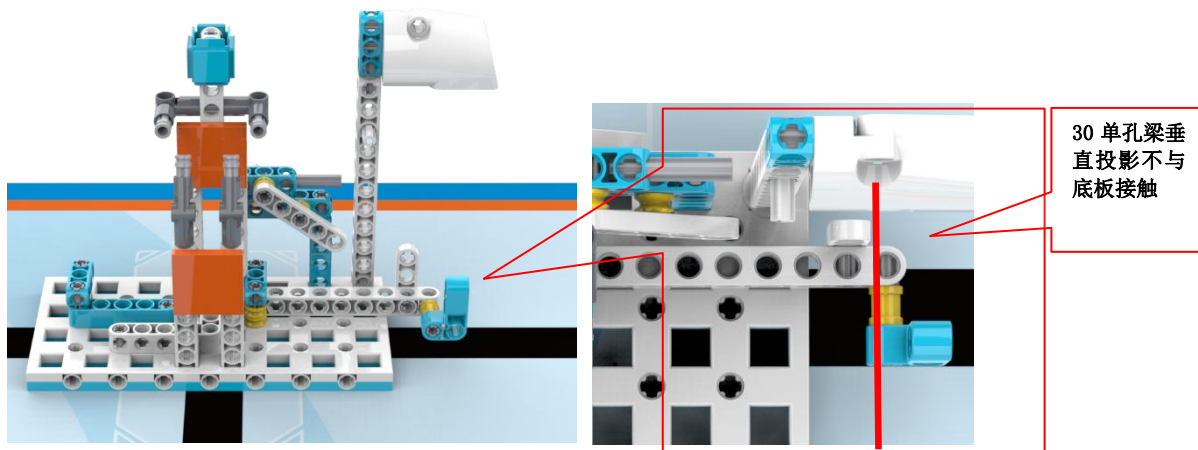

图 9 完成状态
3.4.2 得分标准：30 单孔梁垂直投影不与底板接触，得 50 分，如图 9。